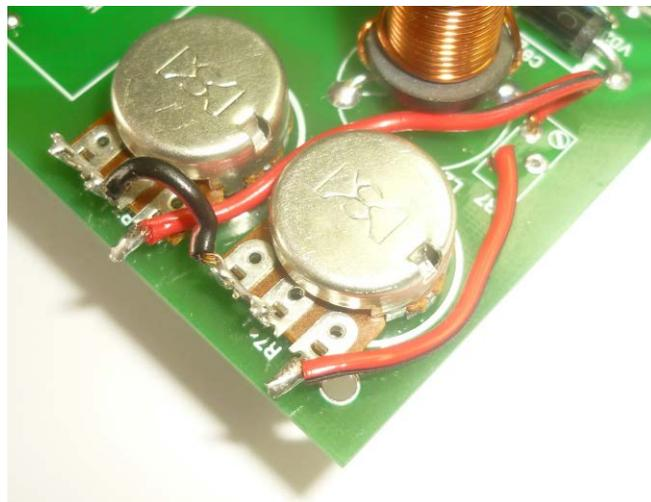

Рис.3 Монтаж резисторов R7* и R7**
- Монтаж резисторов R7* и R7** производите в соответствии с рис.3.;